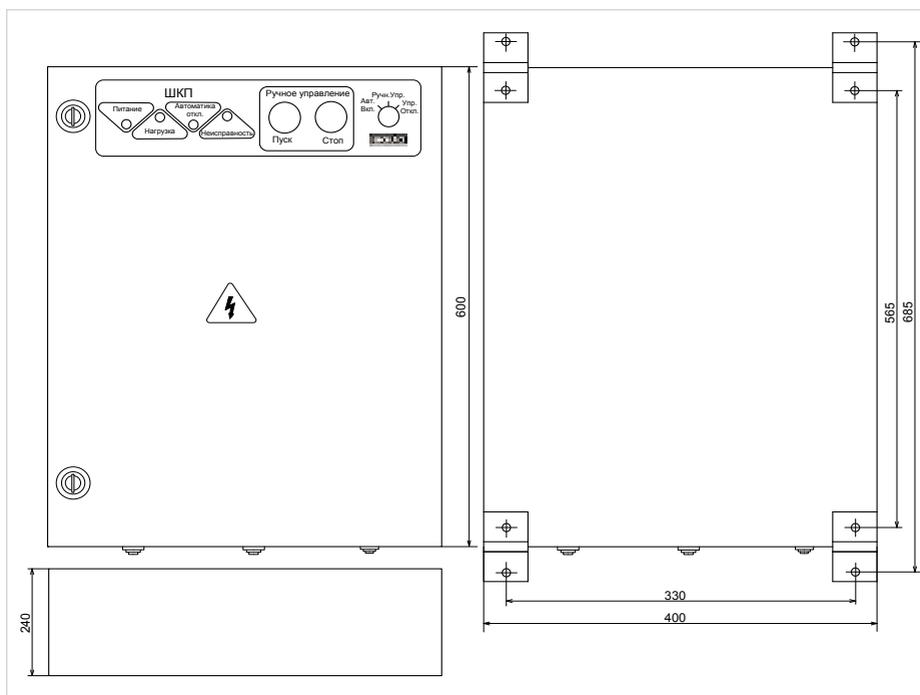

Рисунок 42. Внешний вид и габаритные размеры шкафов контрольно-пусковых «ШКП-45», «ШКП-75», «ШКП-18», «ШКП-110»
1. Наметьте на стене места для четырех установочных отверстий в соответствии с габаритным чертежом (см. рис. 42).